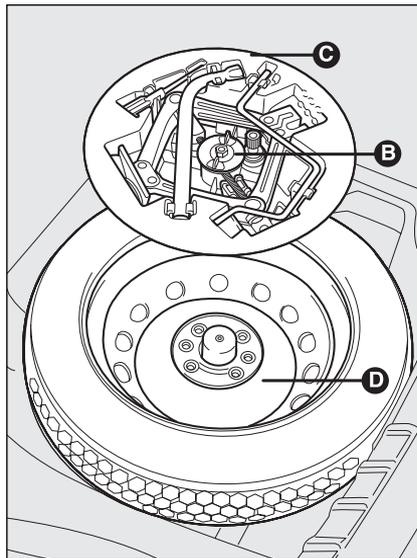

fig. 3
- svitare il dispositivo di bloccaggio **B**-fig. 3;
- sistemare il ruotino di scorta **D-fig. 3** nell'apposito vano ricavato nel bagagliaio;